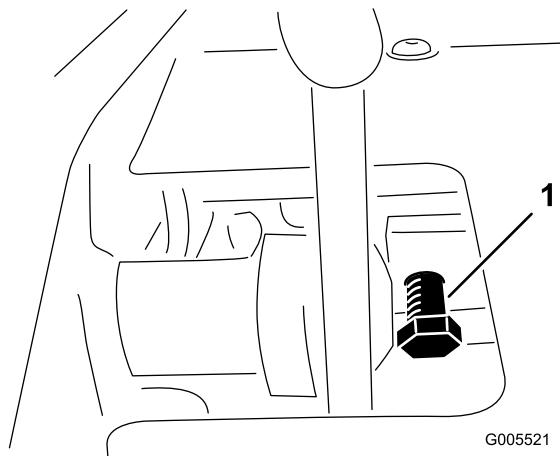

Figura 57
1. Afloje la contratuerca del perno de bloqueo del pedal (Figura 57).